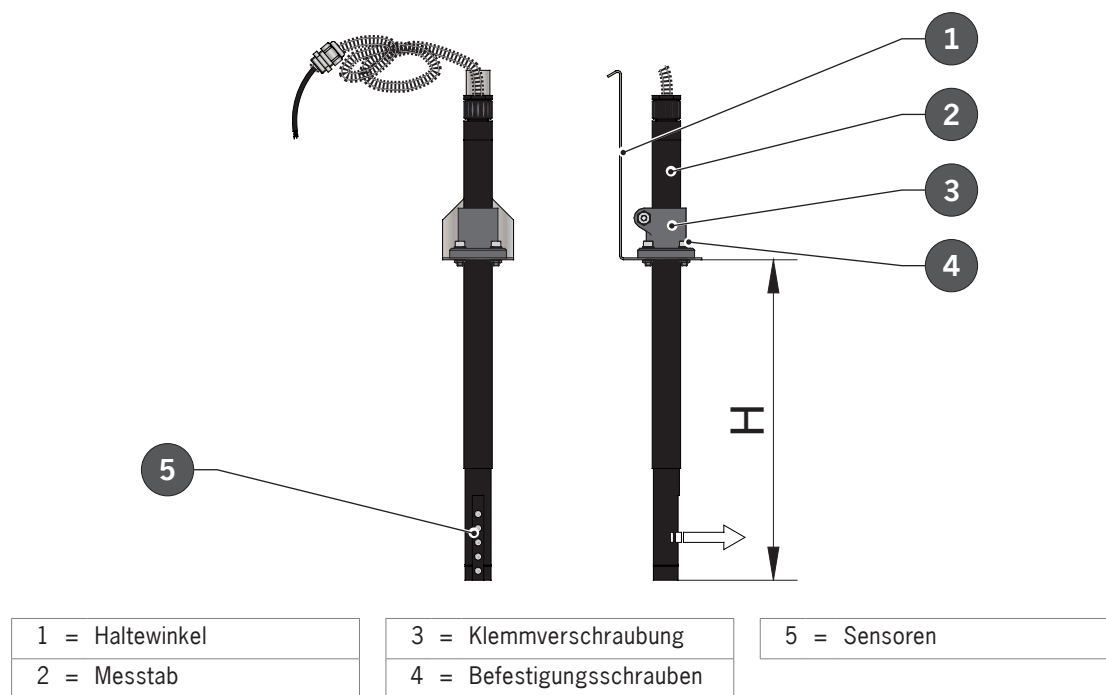

Abb. 3: Einheit Messstab und Halterung
ACHTUNG Die Sensoren müssen nach der Montage von dem Haltewinkel (1) weg in die Richtung  zeigen,  Abb. 3)
- Messstab (1) mit werkseitig montierter Klemmverschraubung (2) durch das Loch (3) des Haltewinkels (4) schieben.
- Klemmverschraubung (1) deckungsgleich über den an dem Haltewinkel (4) angeschweißten Muttern (5) anordnen und mit den mitgelieferten Schrauben (2, M 6 x 20) und Scheiben (3) befestigen.
- Schraube (1) der Klemmverschraubung (2) lösen, Messstab (3) auf Maß H,  Abb. 3, einstellen und Schraube (1) wieder anziehen.